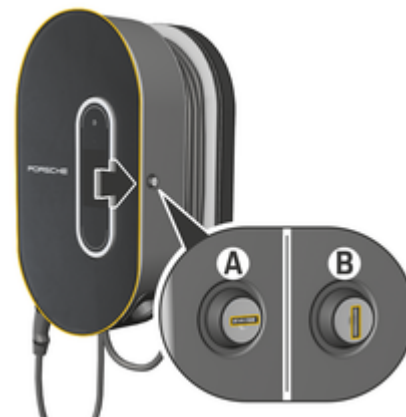

Fig. 18: Dock di carica
- ▶ Ruotare la serratura in posizione **A** (Fig. 18).
- ▶ Ruotare la serratura in posizione **B** (Fig. 18).